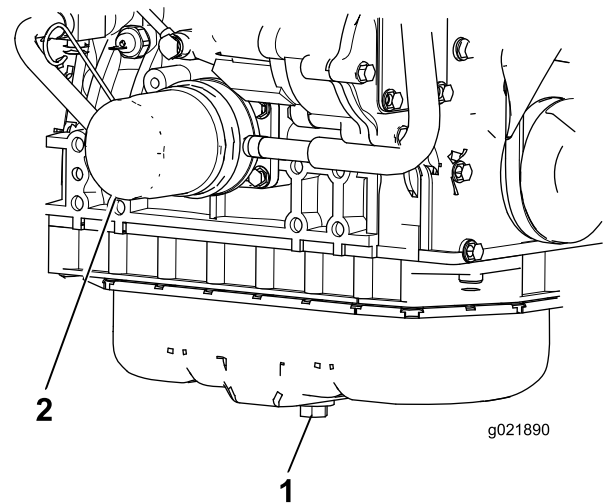

Figure 86
1. Enlevez le bouchon de vidange et laissez couler l'huile dans un bac de vidange (Figure 86).
3. Déposez le filtre à huile (Figure 86).